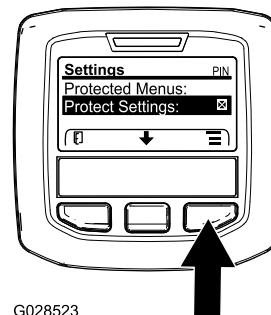

Figura 33
1. Desde el MENÚ PRINCIPAL, use el botón central para desplazarse hacia abajo hasta el menú CONFIGURACIÓN y pulse el botón derecho (Figura 33).